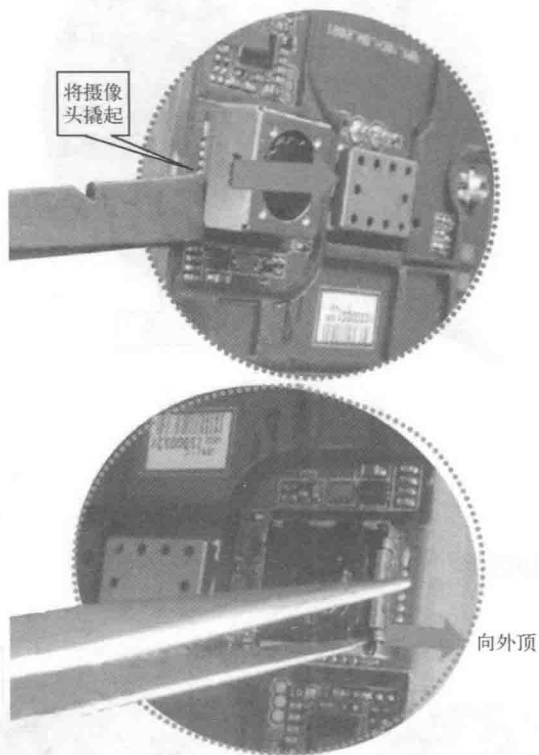

图 1-8 松开摄像头固定弹簧片保护罩
(1) 用撬棒将摄像头撬起，并将摄像头座的固定柱按箭头方向向外顶，松开摄像头的固定弹簧片保护罩，如图 1-8 所示。